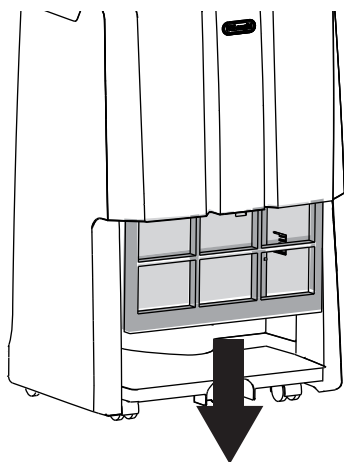

fig. 7
- For at fjerne luftfiltret, træk den ud, ved at trække den nedad (fig. 7).